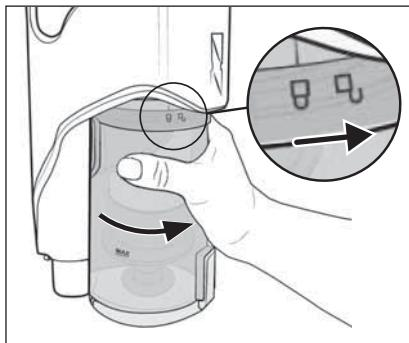

Fig. 25
- 8) Remettez le bac à poussière ⑦ dans l'appareil et tournez-le dans le sens du symbole ⚡ (fermer) jusqu'à ce qu'il soit bien en place dans l'appareil (voir fig. 25).